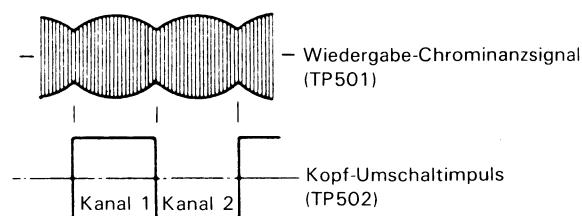

Abbildung 1-24.
- e. Die Wellenform des WiedergabeChrominanzsignals beachten und die (+) oder (-) Bildsuchlauf-Taste so einstellen, daß der Frequenzgang des WiedergabeChrominanzsignal linear verläuft. Diese Einstellung ist einwandfrei, wenn sich beim Einstellen der (+) oder (-) Bildsuchlauf-Taste ein lineares Wiedergabe-Chrominanzsignal ergibt. Läßt sich kein linearer Frequenzgang erzielen, die Führungsrolle mit dem Spezial-Schraubendreher einstellen, bis das Wiedergabe-Chrominanz-Ausgangssignal linearverläuft. Während die Bildsuchlauf-Tasten (+) und (-) hinuntergedrückt werden, die X-Positionseinstellmutter so justieren, daß die Wiedergabe-Chrominanz-Hüllkurve nahezu maximal wird. Bei der Grobeinstellung insbesondere auf die Ausgangsseite achten (siehe Abb. 1-24).